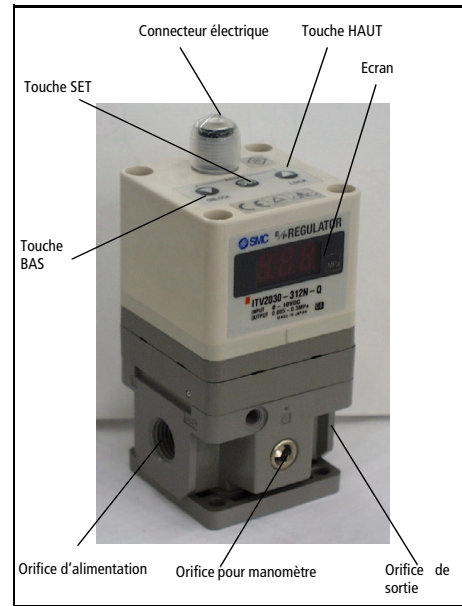

Fig 1
- Pour régler la pression mini (L'écran affiche F-1), utilisez les touches Haut/Bas (Fig 1). Pressez la touche SET (Fig 1) pour valider le réglage.
- Pour régler la pression maxi (L'écran affiche F-2 Fig 1), utilisez les touches Haut/Bas (Fig 1). Pressez la touche SET (Fig 1) pour valider le réglage.
- Pour régler la sortie 1 (L'écran affiche P 1), utilisez les touches Haut/Bas (Fig 1). Pressez la touche SET (Fig 1) pour valider le réglage.
- Pour régler la sortie 2 (L'écran affiche P-2), utilisez les touches Haut/Bas (Fig 1). Pressez la touche SET (Fig 1) pour valider le réglage.
L'écran affiche 'Loc' (Fig 1) en pressant les touches.
- Pressez 'Bas' (Fig 1) durant plus de 2 secondes.
- Pressez la touche 'set' (Fig 1) pour débloquent les touches.
Note: Pour annuler, pressez la touche 'Haut' (Fig 1).
- Pressez 'Haut' (Fig 1) durant plus de 2 secondes.
- Pressez la touche 'Set' (Fig 1) pour bloquer les touches.
Note: Pour annuler, pressez la touche 'Bas' (Fig 1).
Si une anomalie est détectée par l'ITV2000, l'écran (Fig 1) affiche 'Er' + un numéro de code. Isolez l'alimentation, résolvez le problème et remettez sous tension.
Pressez les touches Bas et Haut (Fig 1) ensemble durant plus de 3 secondes. L'écran affiche 'RES'. Débloquez les touches pour remettre les pressions mini, maxi et les sorties P1 et P2 aux conditions initiales.